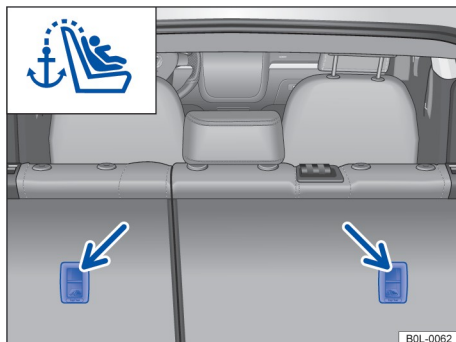

Рисунок 35. Спинка заднего сиденья: фиксирующее кольцо верхнего троса
- Прикрепите крючок верхнего удерживающего ремня к фиксирующему кольцу на спинке сиденья заднего ряда в багажнике. → Рисунок 35.